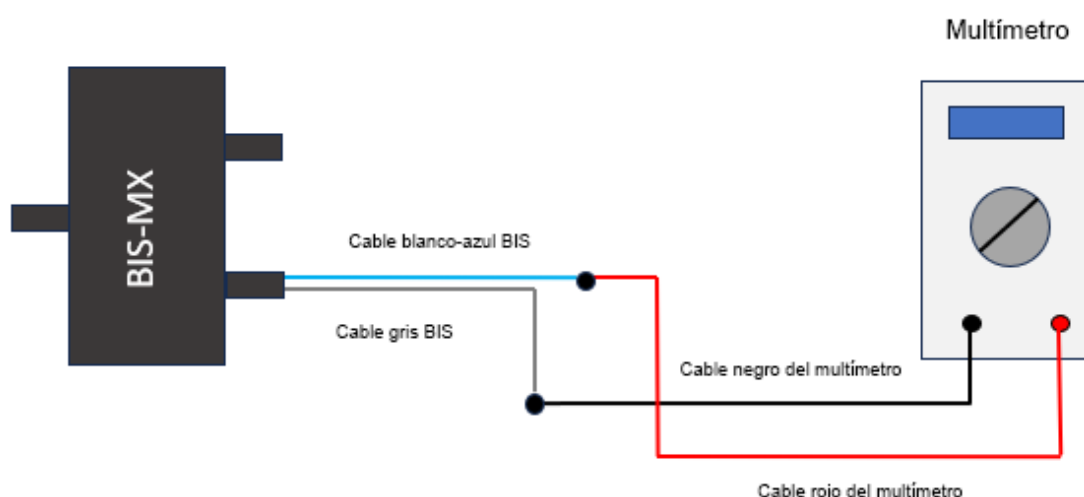

Fig.15 Diagrama de conexión
2. Monte el circuito de conexión según la «Fig. 15 Diagrama de conexión».